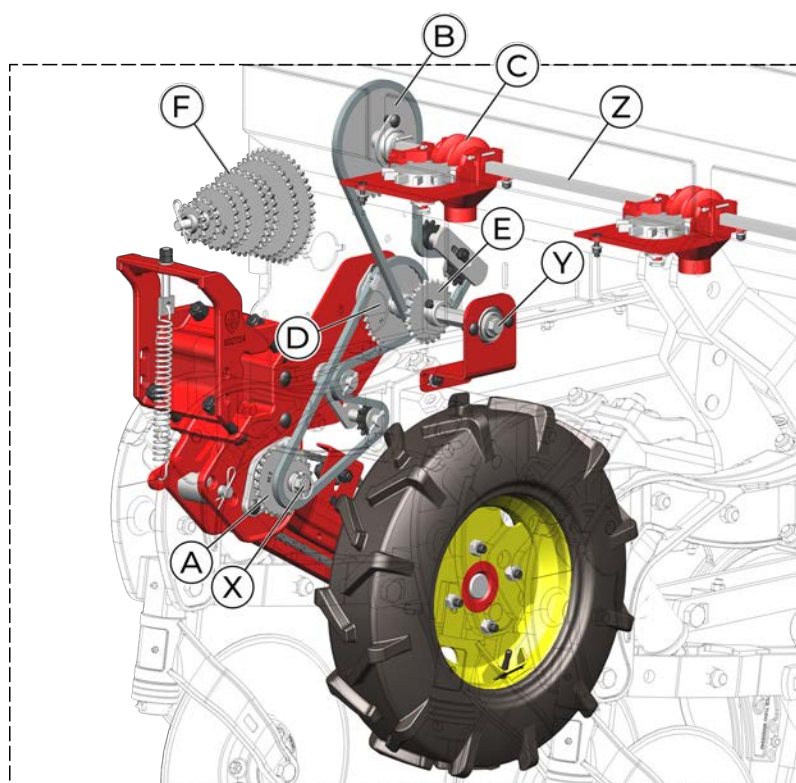

Fig. 8
1. Verifique inicialmente se os reguladores (C) estão livres, caso não estejam, faça a liberação dos mesmos, afrouxando os parafusos de fixação (F).
2. Posicione a alavanca reguladora (A) (fig. 8) na posição neutra da escala (B).
3. Pressione o regulador (C) com uma das mãos e com a outra, fixe-o por meio do parafuso (F). Faça isto em todas as linhas que estiverem equipadas com acionadores sem-fim (E), a fim de que todos os reguladores fiquem com a mesma altura em relação ao rotor (D).
4. Coloque a alavanca (A) na posição "0" da escala (B).
5. Depois de calibrar os reguladores, desloque a alavanca (A) para a posição com a vazão desejada.